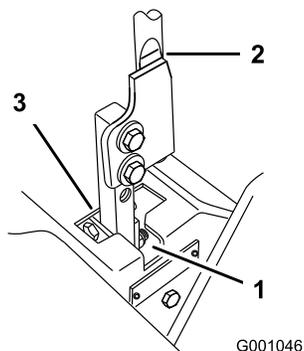

Figura 69
5. Mueva la palanca a la posición de punto muerto, pero no bloqueada (Figura 69).
6. Tire hacia atrás de la palanca hasta que el pasador (en el brazo debajo del eje pivotante) entre en contacto con el extremo de la ranura (empezando justo a tensar el muelle) (Figura 69).
7. Compruebe la posición de la palanca de control con relación a la muesca de la consola (Figura 69). Debe estar centrada para que la palanca pueda girar hacia fuera a la posición de bloqueo/punto muerto.